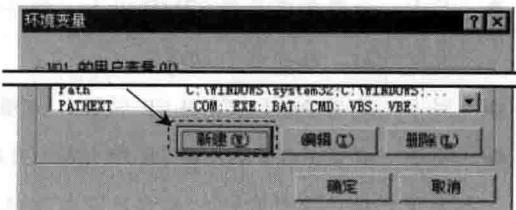

图 1.2.4 “环境变量”对话框
步骤 04 在图 1.2.4 所示的“环境变量”对话框中，单击 **新建 (N)** 按钮。